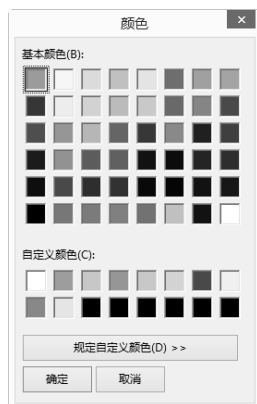

图 12-34 “颜色”对话框
7) 如果要指定图层上实体的线条颜色, 单击“颜色”选项, 在弹出的“颜色”对话框中选择颜色, 如图 12-34 所示。